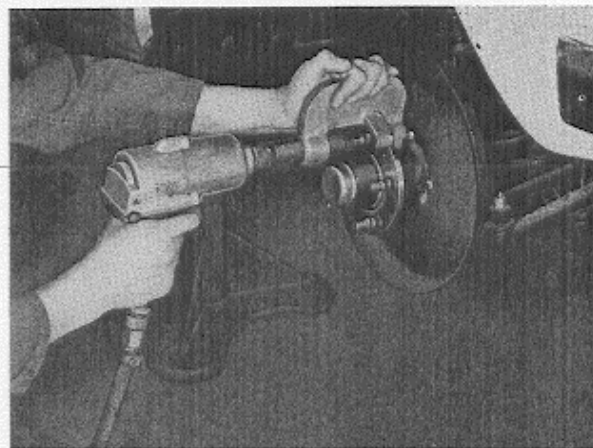

Abb. 21. Ausbau des Radbolzens
2. Preßwerkzeug 2862 ohne Zubehörteile wie auf Abb. 21 gezeigt, aufsetzen. Dann mit dem Schlagschrauber arbeiten, bis der Radbolzen ganz gelöst ist. Falls der alte Bolzen in der Nabe Spiel gehabt hat, muß das Bolzenloch ausgemessen werden. Beträgt der Lochdurchmesser mehr als 16,27 mm, ist die Nabe auszuwechseln.